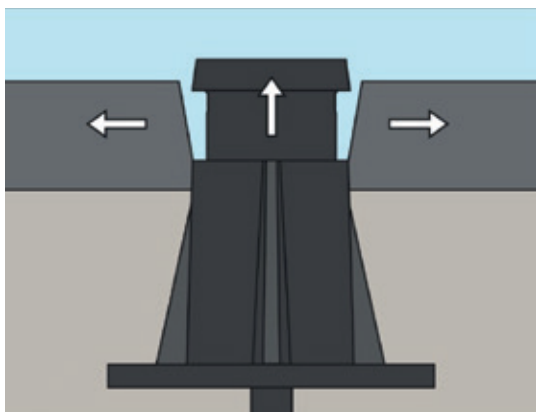

Fig. 3
7. Rimuovere lo strato portante sopra il chiusino – sollevare la parte superiore – riempire con materiale dello strato portante – comprimere. (**Fig. 3**)